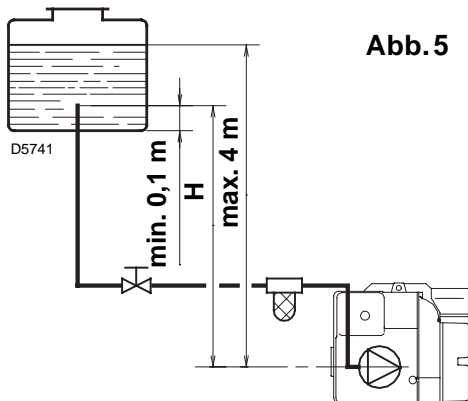
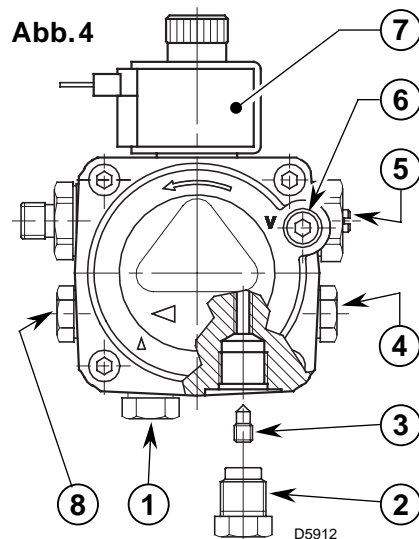

Abb. 5
Abb. 4
- Die Pumpe ist werksseitig für den Zweirohr-Betrieb eingerichtet. Wird ein Pumpen-Einrohrbetrieb für notwendig erachtet, so ist der Rücklauf-Schlauchleistungsstopfen (2) zu lösen und die By-Pass Schraube (3) zu entfernen. Danach ist der Rücklauf-Schlauchleistungsstopfen wieder einzuschrauben. (Siehe Abb. 4).
Bei der in Abb. 5 dargestellten Anlage ist es ausreichend, wenn man den Vakuummeteranschluß (6, Abb. 4) lockert und das Austreten des Brennstoffes abwartet.